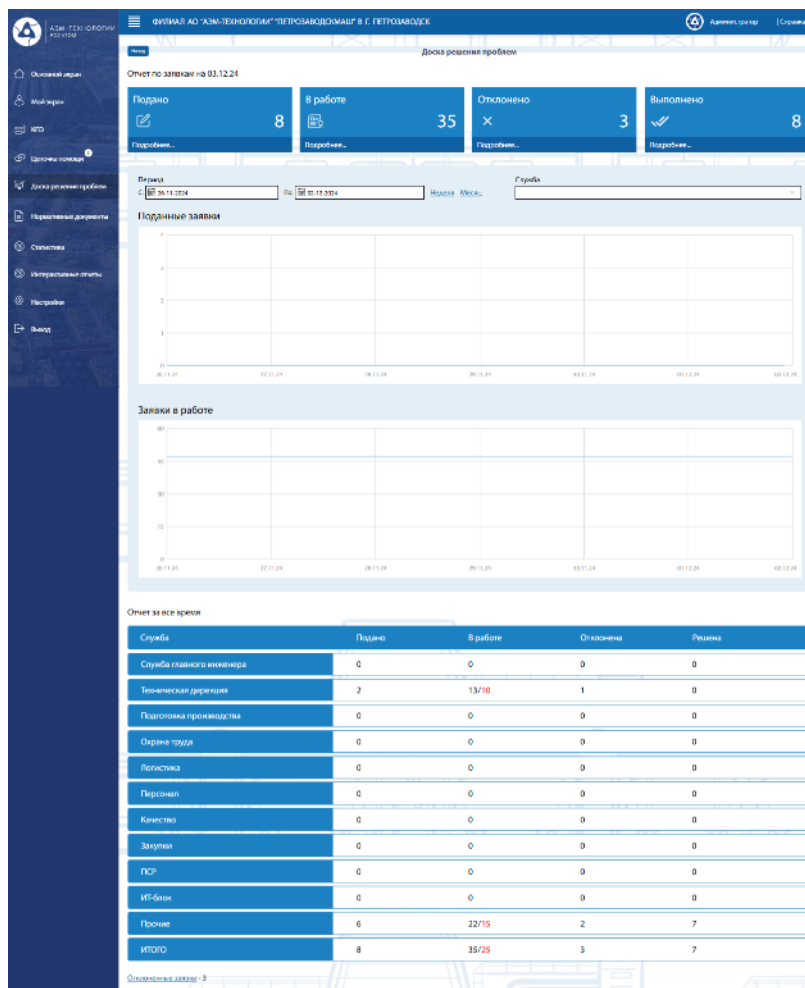

Рисунок 3.20
3. Ниже отчета выводятся графики поданных и в работе заявок, с возможностью отфильтровать по периоду и службе (Рисунок 3.20). А также таблица с выводом всех типов верхнего уровня и количеству зафиксированных заявок, в работе и выполненных. В таблице выводится число всего заявок / число просроченных красным (Рисунок 3. 21). При нажатии на число просроченных открывается список заявок, отфильтрованных по данному состоянию (Рисунок 3.22).